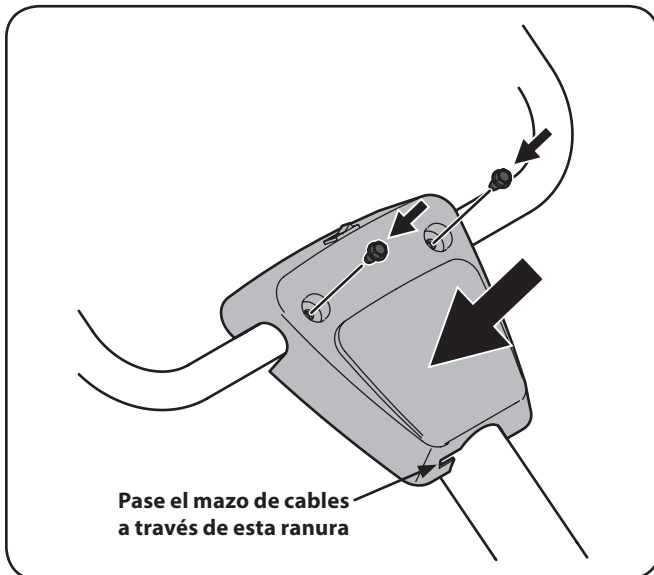

Figura 3-4
4. Instale el panel de la manija con los tornillos de cabeza hexagonal en el Paso 3. Consulte la Figura 3-4.